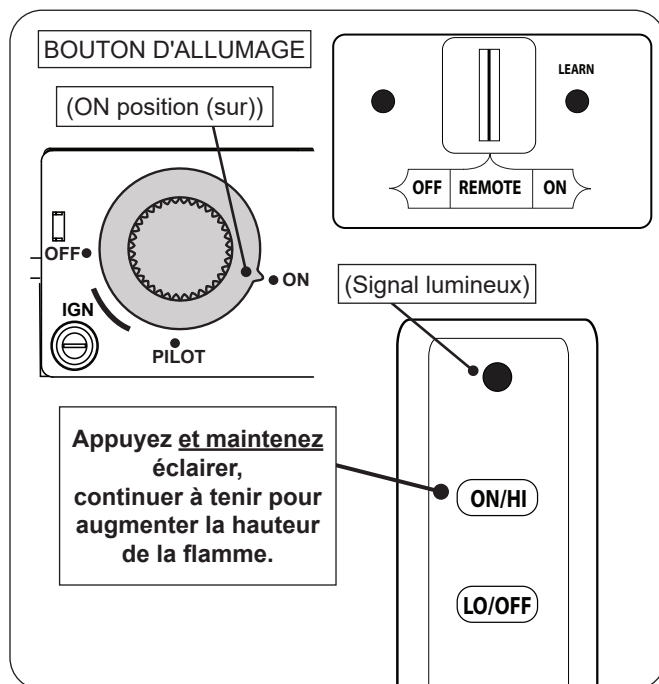

Fig. 60-1 Éclairage à distance
1. Assurez-vous que la veilleuse brûle. Tournez le bouton d'allumage dans le sens antihoraire ↺ sur **ON** (sur) (voir Fig. 60-1).
2. Localisez l'interrupteur à 3 positions sur le récepteur à distance et faites glisser l'interrupteur sur **REMOTE** (télécommande) (voir Fig. 60-1).
3. Localisez la télécommande et maintenez enfoncé le bouton **ON / HI** (sur/ haut) (voir Fig. 60-1). La séquence d'allumage commencera.